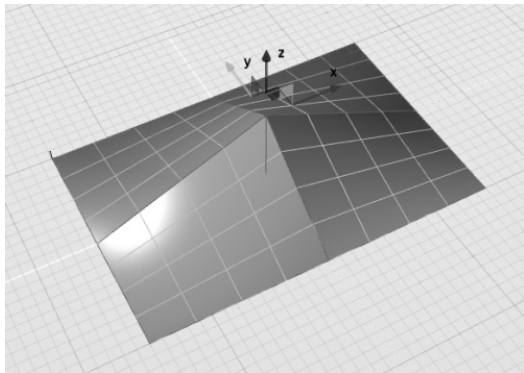

图 4-5 移动控制点，曲面出现折角
3) 选中曲面中间的控制点，向 Z 轴正向移动，此时可见曲面上 U 方向和 V 方向都出现了折角，如图 4-5 所示（此处可联想 NURBS 曲线，当阶数值为 2 时，呈直线或折线）。